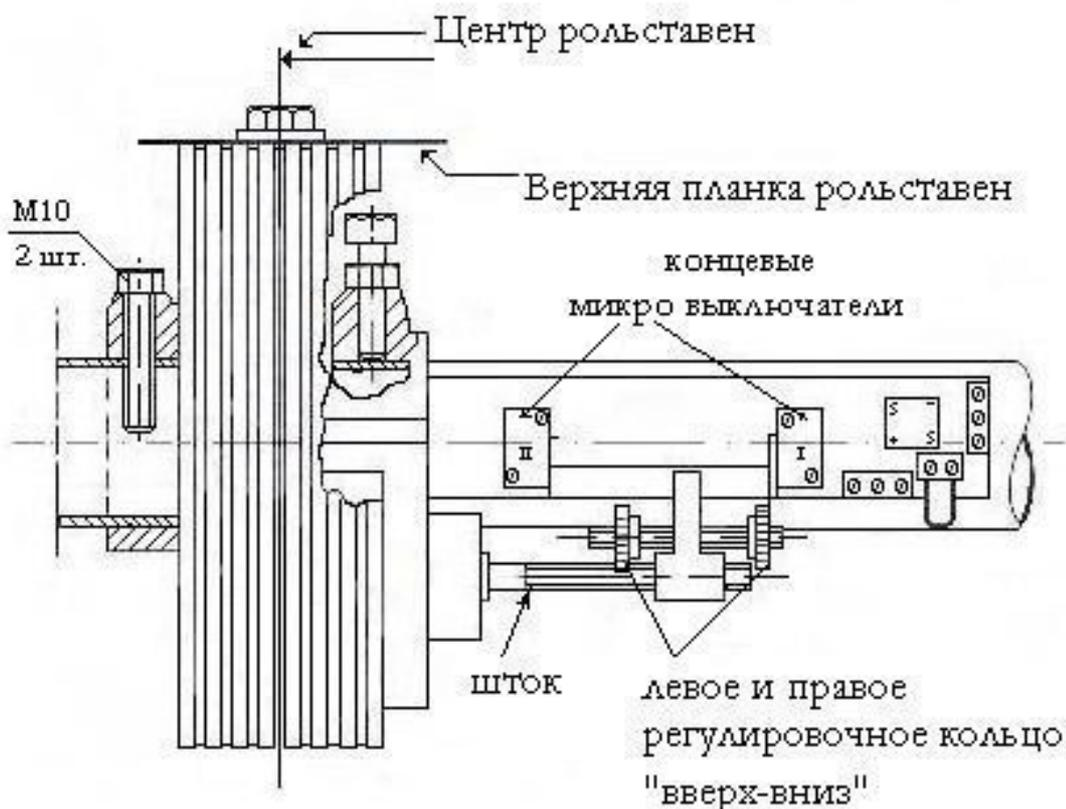

Рис.3.
1. По центру вала просверлить 2 отверстия, для болтов которые находятся на 2-ой половине муфты. (Рис.3.)
На самой верхней планке по центру сверлится отверстие  $\phi 10,5$ мм.(Рис.3.) Эта планка крепится с помощью болта к барабану редуктора. В итоге должно получиться, что двигатель наматывает рулон рольставен на себя, оставаясь внутри рулона.